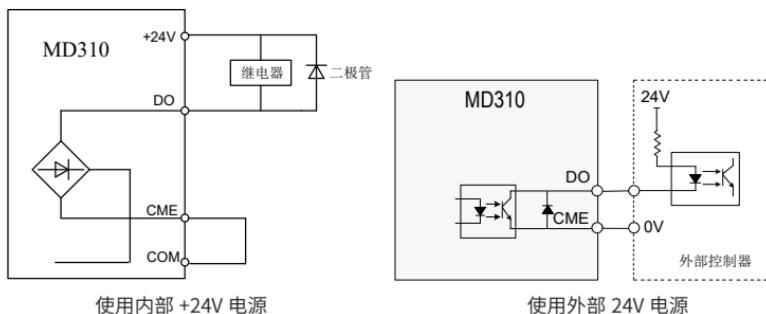

图 3-18 数字输出端子接线示意图
- 一定要正确安装吸收二极管的极性。如图 3-18。否则当数字输出端子有输出时, 马上会将直流 24V 电源烧坏。